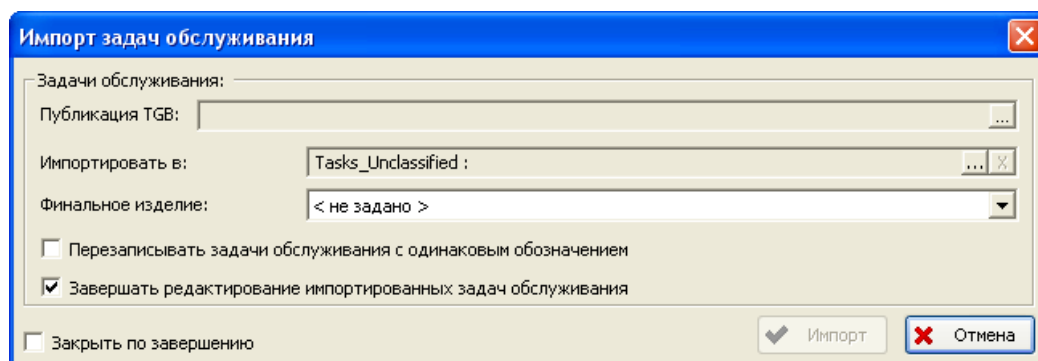

Рис. 3-30
4. В появившемся окне **Импорт задач обслуживания** (рис. 3-30) настройте параметры импорта:
2. В раскрывающемся меню кнопки **Импорт из TGB**  выберите пункт **Импорт задач обслуживания** (рис. 3-30).